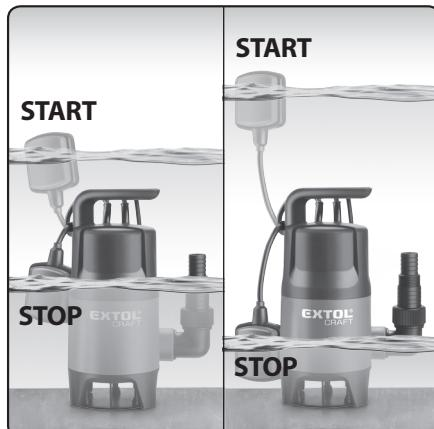

Abb. 2
→ Die einstellbare Schwimmerkabellänge ermöglicht es, bei welcher Wasserspiegelhöhe sich die Pumpe Ein- und Ausschalten soll, siehe Abb. 2.
- Damit der Schwimmerschalter richtig funktioniert, darf die Entfernung zwischen diesem und der Aufhängung von seinem Kabel nicht zu klein sein. Das beschriebene Prinzip ist auf der Abb. 2 dargestellt.
6. Damit der Schwimmerschalter richtig funktioniert, darf die Entfernung zwischen diesem und der Aufhängung von seinem Kabel nicht zu klein sein. Das beschriebene Prinzip ist auf der Abb. 2 dargestellt.